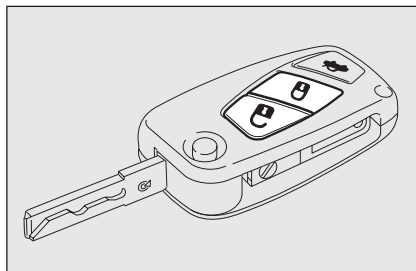
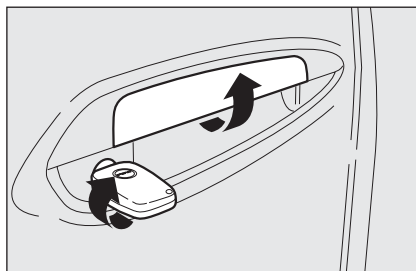
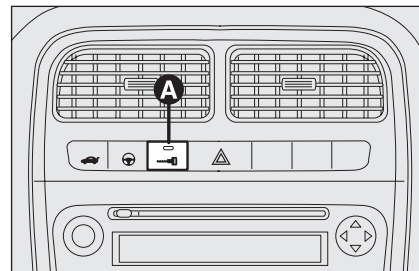

рис. 81
рис. 82
рис. 83
При закрытых дверях нажмите кнопку  на блоке дистанционного управления **рис. 81** или установите и поверните по часовой стрелке металлическую вставку в замок водительской двери **рис. 82**. Блокировка двери обозначается включением Индикатор на кнопке **А-рис. 83**. Блокировка двери возможна только, если все двери закрыты. Открывание одной или нескольких дверей нажатием кнопки  на блоке дистанционного управления **рис. 81** приведет к быстрому миганию приблизительно в течение 3 секунд указателей поворота и Индикатор на кнопке **А-рис. 83**.
Открывание одной или нескольких дверей поворотом металлической вставки ключа приводит к быстрому миганию приблизительно в течение 3 секунд только Индикатор на кнопке **А-рис. 83**. Если двери закрыты, но багажник открыт, блокировка дверей сработает: указатели поворотов (только для блокировки, выполняемой нажатием кнопки  **рис. 81**) и Индикатор на кнопке **А-рис. 83** начнут быстро мигать приблизительно в течение 3 секунд.
При включении данной функции можно открыть другие двери нажатием кнопки **А-Рис. 83** на центральной панели.
Двойным кратким нажатием кнопки  на блоке дистанционного управления **рис. 81** включается устройство «Врезной замок» (см. параграф «Устройство «Врезной замок»).
Кратко нажмите кнопку  **рис. 81** для дистанционной деблокировки дверей, включения запрограммированного потолочного освещения, двойного мигания указателей поворотов или установите металлическую вставку в замок водительской двери и поверните ее против часовой стрелки, как показано на **рис. 82**.
Нажмите кнопку **А-рис. 83** для блокировки/деблокировки всех дверей. Кнопка имеет световой индикатор, который показывает состояние дверей (заблокированы или не заблокированы). При блокировке дверей Индикатор на кнопке загорается. Нажатие кнопки обеспечивает центральную деблокировку дверей и отключение светового индикатора. При деблокировке дверей Индикатор на кнопке гаснет. Нажатие кнопки обеспечивает центральную блокировку дверей. Блокировка дверей срабатывает только при полном закрытии всех дверей.
деблокировать двери нажатием кнопки **А-рис. 83**, установленной на приборной панели, не представляется возможным.
- кнопки блокировки/деблокировки **А-рис. 83**;
Устройство полной блокировки автоматически срабатывает на каждой двери при двойном кратком нажатии кнопки дистанционного управления **Б-рис. 81**.
Срабатывание устройства обозначается миганием указателей поворота и миганием Индикатор на кнопке **А-рис. 83**, расположенной на приборной панели.